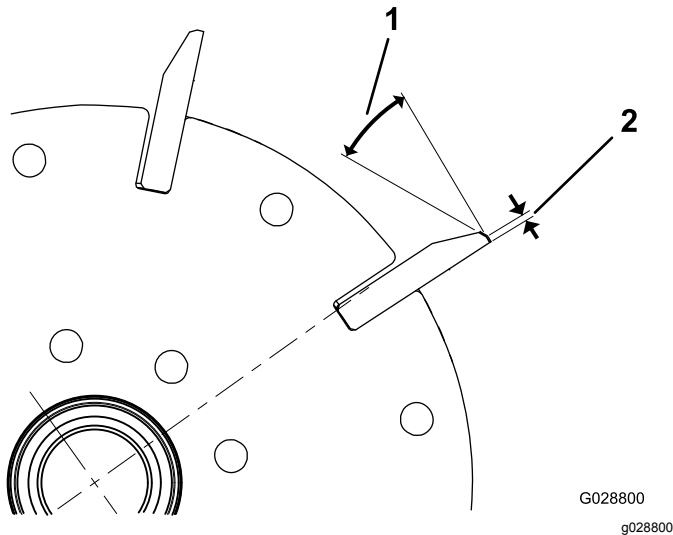

Figure 64
- Créez un angle de dépouille de 30° sur toutes les lames de cylindre jusqu'à obtention d'une facette de 1,3 mm de largeur (Figure 64).